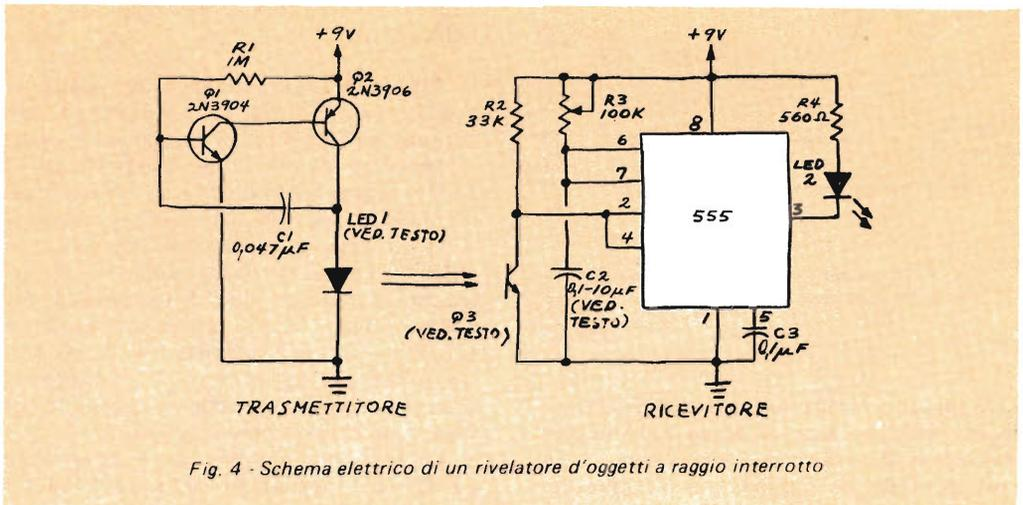
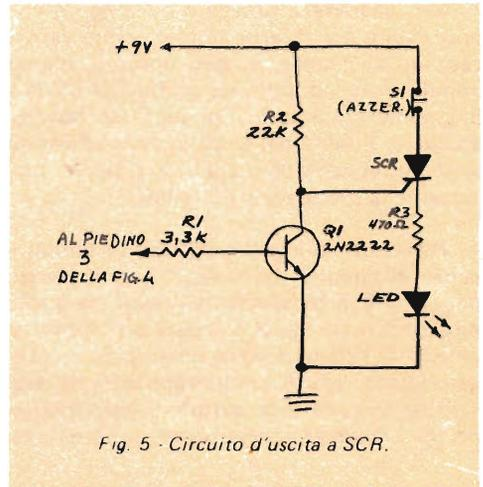

Fig. 4 - Schema elettrico di un rivelatore d'oggetti a raggio interrotto
Fig. 5 - Circuito d'uscita a SCR.
Fig. 5 - Schema funzionale del temporizzatore 558/559 (A); collegamento a monostabile (B); temporizzatore 558 collegato come oscillatore a frequenza variabile con rapporto alto/basso fisso (C); circuito di uscita a collettore aperto del 558 (D); circuito di uscita ad inseguitore di tipo Darlington del 559 (E).
Nella fig. 5 sono mostrati uno schema funzionale ed alcune caratteristiche importanti di questi temporizzatori; l'uscita del 558 è del tipo a collettore aperto (fig. 5-D), mentre quella del 559 è realizzata mediante un circuito inseguitore di tensione del tipo Darlington (fig. 5-E). Per ogni altra caratteristica i due multivibratori monostabili sono identici fra loro.
prodotto RC dei valori dei componenti adibiti alla temporizzazione. E' possibile accoppiare tra loro due dispositivi facendoli lavorare come un oscillatore libero seguendo lo schema illustrato nella fig. 5-C. Il potenziometro collegato alla linea CV consente di regolare la durata dell'impulso di uscita e del rapporto alto/basso. La tensione applicata alla linea CV va da 0,5 V alla piena tensione di alimentazione Vc.c., meno 1 V.
Rivelatore d'oggetti ad interruzione del raggio - La fig. 4 mostra un sistema ad interruzione del raggio per la rivelazione di oggetti, semplice ma efficiente, composto da un LED eccitato ad impulsi e da un rivelatore d'impulso mancante. Gli impulsi provenienti dal LED vengono captati dal fototransistore Q3, che azzerà e riattiva il multivibratore prima che ciascun periodo di temporizzazione abbia termine. Se si interrompe il cammino ottico tra il LED trasmettitore (LED 1) e Q3, il LED del ricevitore (LED 2) si accende, per poi spegnersi nuovamente quando il collegamento ottico viene ristabilito.
La portata del sistema è determinata dalla sensibilità del ricevitore e dalla potenza ottica irradiata dal LED trasmettitore. Per ottenere i migliori risultati, si usi per Q3 un fototransistore del tipo Darlington e si adotti il circuito trasmettitore relativamente potente mostrato nella fig. 4; il diodo fotoemettitore LED 1 deve essere un dispositivo al GaAs:Si, come, ad esempio, i tipi OP-190 o OP-195 della Optron oppure il tipo 1N6264 della General Electric. E' importante inoltre evitare che su Q3 cada un'eccessiva quantità di luce ambiente (una leggera illuminazione continua fornisce una polarizzazione e aumenta la sensibilità di Q3).
intervallo di temporizzazione. In alcune applicazioni, quali i sistemi antifurto, è necessario bloccare l'uscita allo stato inferiore non appena sia stato rivelato anche un solo impulso mancante. La fig. 5 mostra un metodo per ottenere questa funzione di memorizzazione con l'aiuto di uno SCR. Questo semplice circuito è progettato in modo da poter essere collegato direttamente al piedino 3 del 555 nel circuito della fig. 4.
A questo circuito può essere facilmente aggiunto quello di tenuta a SCR mostrato nella fig. 5; è inoltre interessante fare esperimenti variando il valore di R_4 e C_2 nel ricevitore per provare l'effetto di diverse costanti di tempo. Se, ad esempio, il periodo di temporizzazione del ricevitore è 100 ms più lungo del periodo tra gli impulsi che arrivano dal LED, l'interruttore a fessura ignorerà ogni interruzione che duri meno di 100 ms.